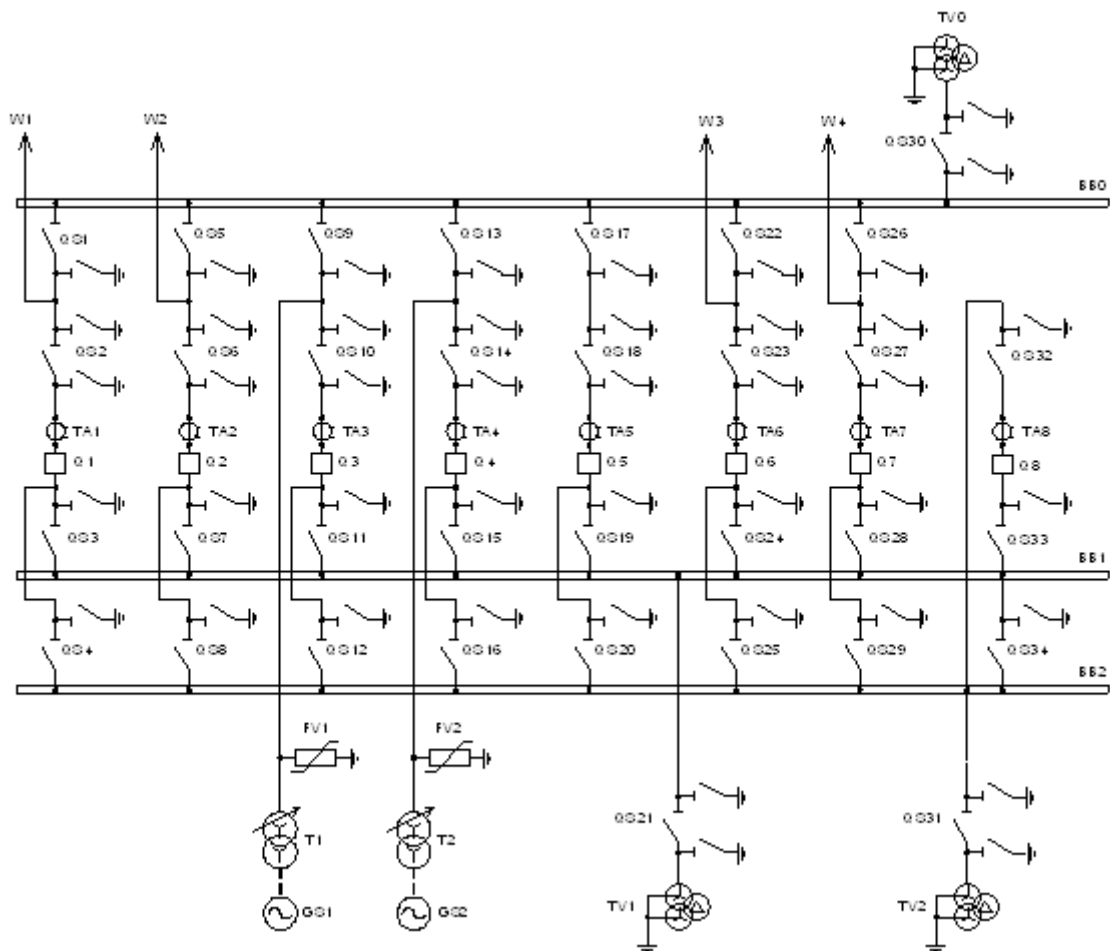

Рисунок 8.1 – Электрическая схема соединений РУ с двумя системами шин и обходной с шиносоединительным и обходным выключателями
Электрическая принципиальная схема «двойная система сборных шин с обходной системой шин» применяется для РУ 110–220 кВ с большим числом присоединений (рисунок 8.1). Как правило, обе системы шин находятся в работе при соответствующем фиксированном распределении всех присоединений. Присоединение силового трансформатора Т1 и одна часть присоединений линий подключены к рабочей системе шин ВВ1, присоединение трансформатора Т2 и другая часть присоединений линий подключены к рабочей системе шин ВВ2. Шиносоединительный выключатель Q7 включен. Такое распределение присоединений увеличивает надежность схемы, так как при КЗ на шинах отключаются шиносоединительный выключатель и только половина присоединений.
4. Соберите схему (рисунок 8.1).